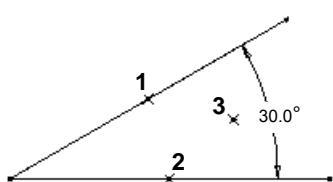
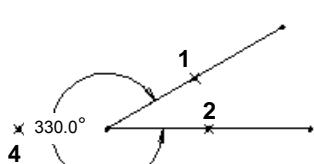

图 4.9.8 锐角标注
图 4.9.9 钝角标注
Step2. 分别在两条直线上选择点1和点2；中键单击位置3以放置尺寸（锐角，如图4.9.8所示），或中键单击位置4以放置尺寸（钝角，如图4.9.9所示）。